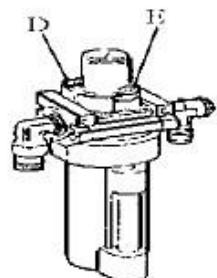

Fig. 14
- Vérifiez le niveau d'huile dans le nébulisateur, remplissez avec de l'huile SAE30 si nécessaire. Dévissez la vis (E) avec une clé hex. Enfoncez 5-6 fois la pédale d'ouverture/fermeture des mâchoires ou du plateau tournant, et vérifiez si l'huile du nébulisateur tombe goutte à goutte. Sinon, ajustez la vis (D) qui contrôle l'huile avec un petit tournevis (fig. 14).